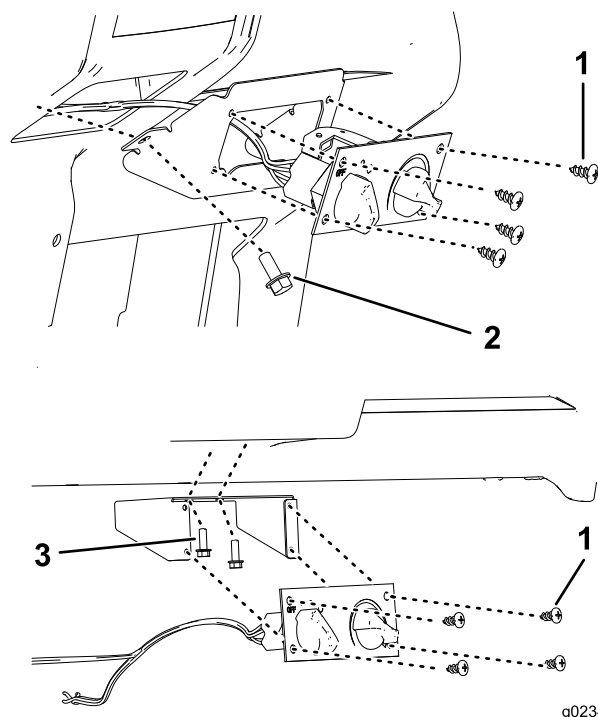

Figura 5
4. Fissate il comando del riscaldatore al relativo supporto utilizzando 4 viti per lamiera (Figura 5).
5. Collegate il cavo del comando del riscaldatore e il connettore del cablaggio elettrico nero al comando del riscaldatore e il connettore del cablaggio elettrico bianco al riscaldatore (Figura 5).
7. Fissate utilizzando 4 bulloni (5/16 poll.) nella parte anteriore del supporto del comando del riscaldatore e 2 bulloni (5/16 poll. per i modelli HD) sul lato del supporto o 2 bulloni (1/4 poll. per i modelli MD) nella parte superiore interna del supporto, a seconda di quale modello possedete (Figura 5).